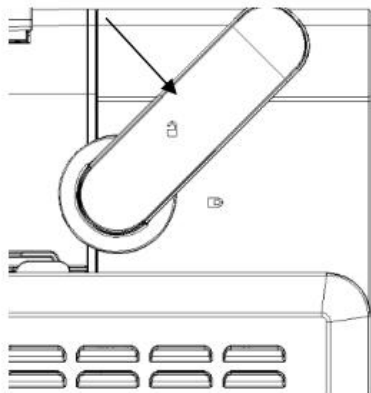

Figure 3
1. Débranchez la connexion d'alimentation, tournez l'interrupteur du barillet de charge en position de déverrouillage (comme indiqué sur la figure 3), retirez le barillet de charge, puis retirez la pale du ventilateur de mélange pour la nettoyer et la sécher avec une serviette.